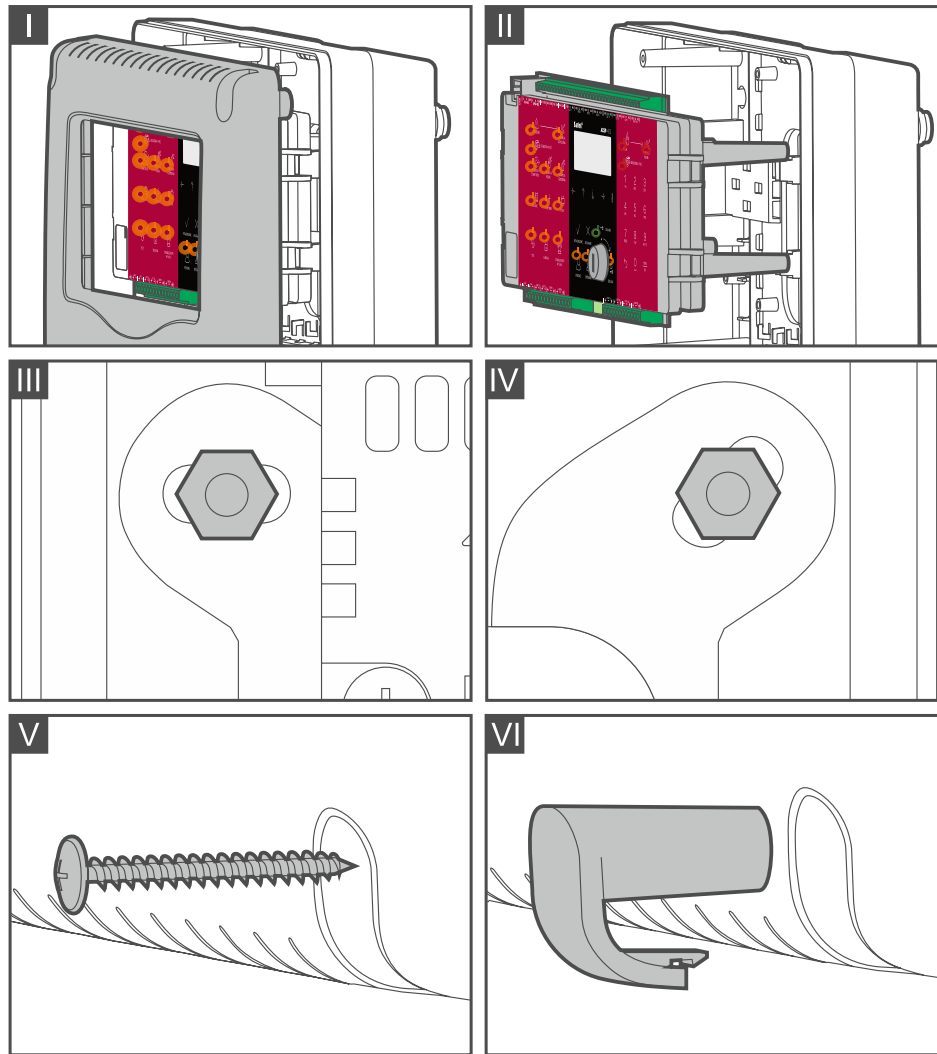

Fig. 9. Montering av sentralen.
1. Fjern dekselet (fig. 9-I).
2. Fjern sentralens hovedkortmodul fra festet i kapslingsbunnen (fig. 9-II).
3. Fjern 2 bolter som låser innsatsen for batteri under transport (fig. 9-III og 9-IV).
12. Sett dekselet på plass igjen og fest det til kapslingsbunnen med 4 skruer (fig. 9-V).